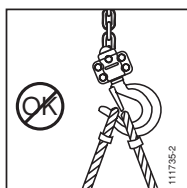

Fig. 2
1. Verificare che il paranco tralift™ sia correttamente sospeso al suo gancio di sospensione (rif.5, fig.1) e che la linguetta di sicurezza del gancio (rif.6, fig.1) sia ben chiusa (vedere fig. 2 e 3).
1. che l'accessorio di agganciamento del carico sia posizionato bene in fondo del gancio e che non impedisca la chiusura della linguetta di sicurezza (vedere fig. 2 e 3).